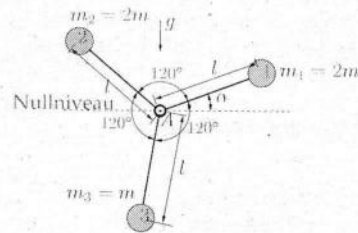

Abbildung 3.1: Konstruktion aus Massepunkten und masselosen Stäben
- 3.1) Drei Massepunkte mit den Massen $m_1 = 2m$, $m_2 = 2m$ und $m_3 = m$ sind durch drei masselose Stäbe der Länge l starr miteinander verbunden (Abb. 3.1). Die Gesamtkonstruktion ist im Mittelpunkt A drehbar gelagert, so dass der Winkel $\alpha \in [0, 2\pi]$ beliebig sein kann. Gegeben sind die Größen m , l und g .
- (a) Geben Sie die potentielle Energie U des Systems bzgl. des in Abb. 3.1 gegebenen Nullniveaus an.